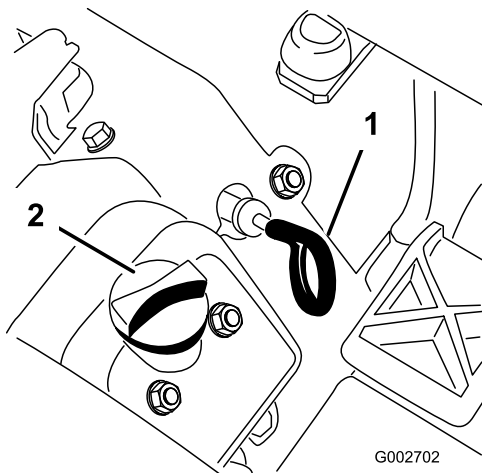

Figura 14
3. Estraete l'asta di livello (Figura 14) e asciugatela con un panno pulito.